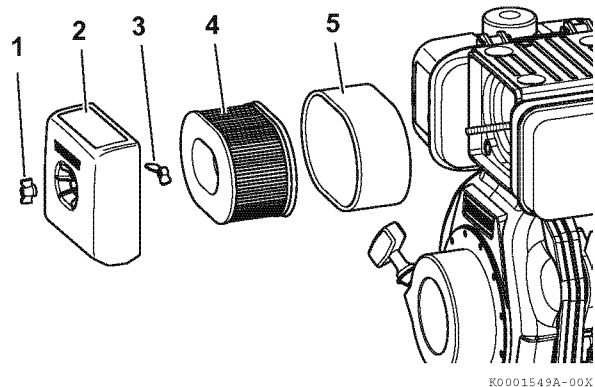

Abbildung 8
1. Flügelmutter (1, **Abbildung 8**) abnehmen.
2. Die Luftfilterabdeckung (2, **Abbildung 8**) abnehmen.
3. Flügelmutter (3, **Abbildung 8**) abnehmen.
4. Den Luftfiltereinsatz (4, **Abbildung 8**) und das äußere Schaumelement (5, **Abbildung 8**) abnehmen.
7. Luftfilterabdeckung (2, **Abbildung 8**) von innen reinigen.
8. Luftfiltereinsatz (4, **Abbildung 8**) erneut in die Luftfilterabdeckung einsetzen. Zudem prüfen, dass der Luftfiltereinsatz korrekt eingepasst ist und mit seinem eigenen Sitz des Luftfilterkastens ausgerichtet ist.
9. Flügelmutter (3, **Abbildung 8**) wieder anbringen und handfest anziehen. Zu festes Anziehen der Flügelmutter beschädigt den Luftfilterbausatz.
10. Das äußere Schaumelement (5, **Abbildung 8**) über den Luftfiltersatz (4, **Abbildung 8**) schieben.
11. Die Luftfilterabdeckung (2, **Abbildung 8**) einsetzen.
12. Flügelmutter (1, **Abbildung 8**) wieder anbringen und handfest anziehen. Zu festes Anziehen der Flügelmutter beschädigt den Luftfilterbausatz.